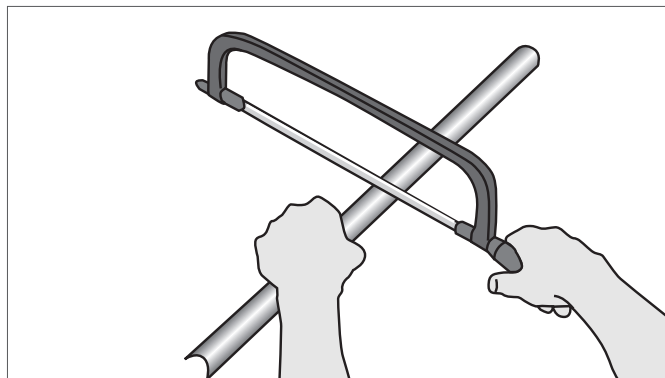

Рис. 14-6 Отпиливание
1. Отпилить фиксирующий желоб ножовкой (см. рис. 14-6).